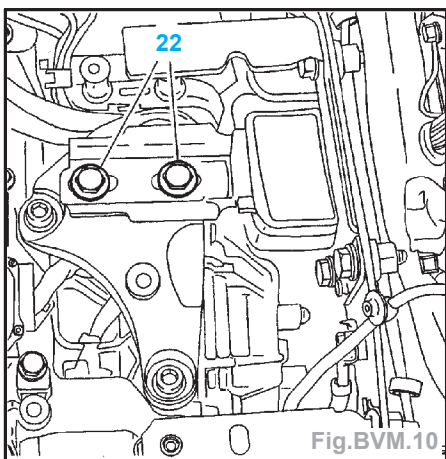

Fig.BVM.10
- Déposer (Fig.BVM.10) :
- les 2 vis (22),